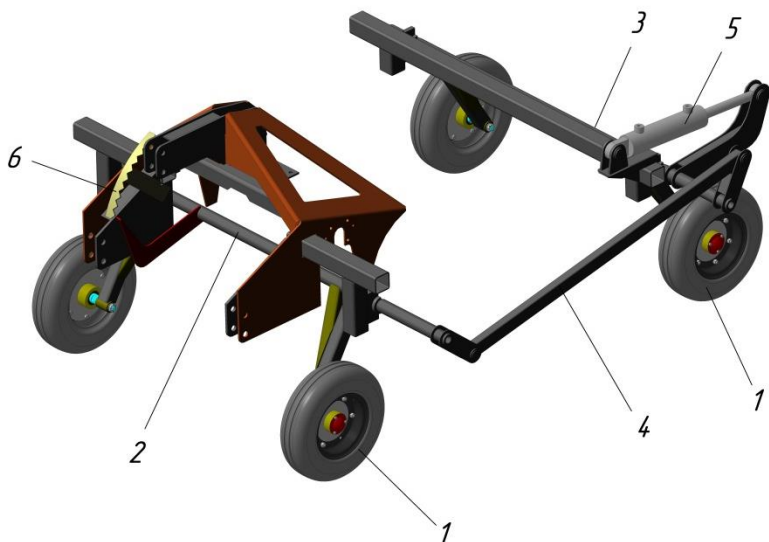

Рисунок 3 – Опорные колеса
3.4 Опорные колёса (рисунок 3).